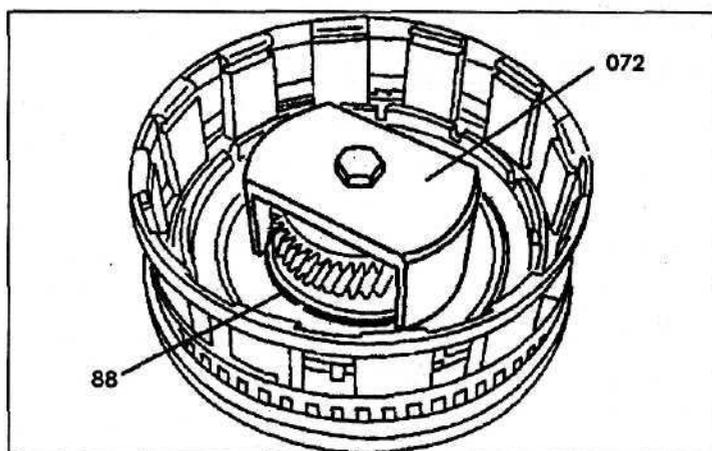

Рис. 73.
1. Удалите из внешнего барабана стопорное кольцо (90).
2. Удалите из внешнего барабана фрикционные диски (89). Проверьте фрикционные диски на предмет их подгорания и износа.
3. Установите на упругое кольцо (87) приспособление (072) и затяните болт так, чтобы стопорное кольцо (88) оказалось свободным (рис. 73).
4. Удалите стопорное кольцо (88).
5. Удалите тарельчатую пружину (86б) и, направляя сжатый воздух в отверстие А, поршень (86).
6. Удалите стопорное кольцо (91) и переднюю муфту свободного хода (92).